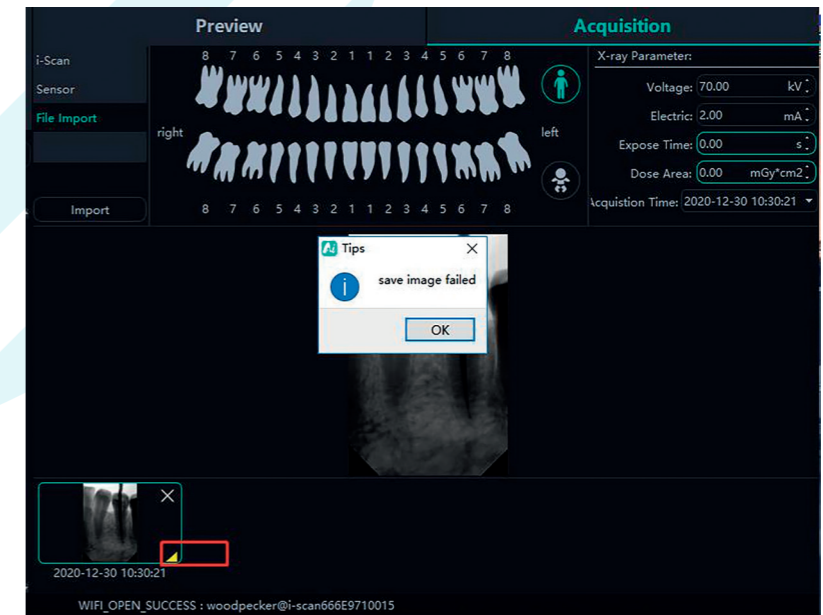
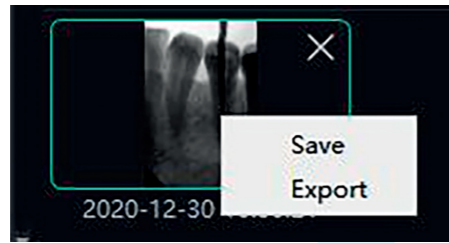

Figure 28
Figure 29
4. Pendant l'acquisition, des problèmes tels que l'instabilité du réseau peuvent être rencontrés, entraînant l'échec de l'enregistrement de l'image. Dans ce cas, une marque d'échec d'enregistrement d'image apparaît dans le coin inférieur droit de l'image. En cliquant avec le bouton droit de la souris sur l'image, il est possible de l'exporter en local et de l'enregistrer à nouveau, comme le montrent la Figure 28 et la Figure 29.